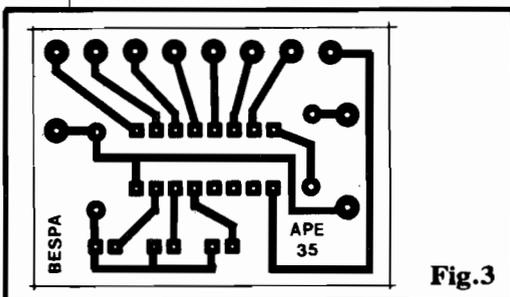

Fig.3
- **FIG. 3 - COMPONENTES E FORMAÇÕES DE PINAGEM** - A esquerda da figura o Leitor encontra os dados "visuais" quanto ao Integrado 7485 (que ainda não foi utilizado em montagens de APE, portanto merece uma "avant
- FIG. 3 - LAY OUT DO CIRCUITO IMPRESSO - Em tamanho natural (escala 1:1) a figura